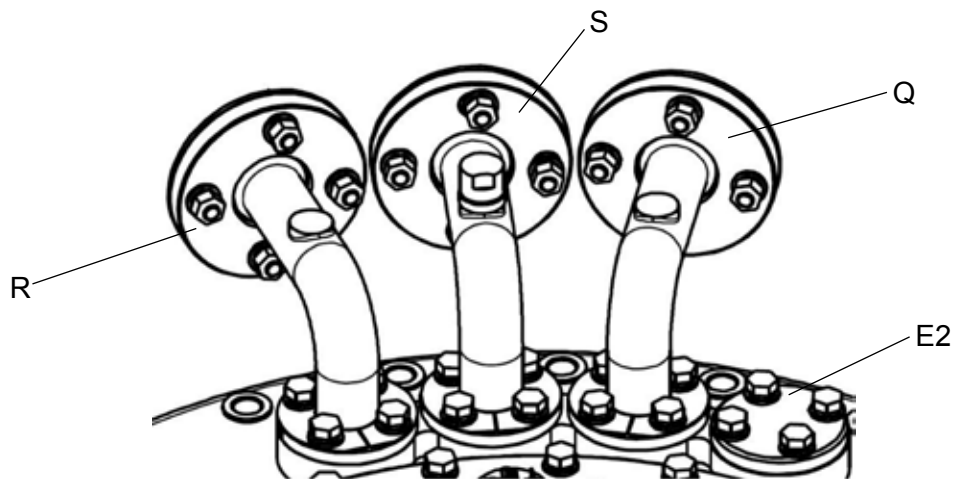

图 32 管接头 RSQ
分接开关头上的管接头 R 和 Q (管接头在开关头上的位置见图 32, 接上连通管, 内径至少 50mm 接入煤油蒸汽。
2. 注油时, 使用开关头上的管接头 S 或 Q (图 32)。